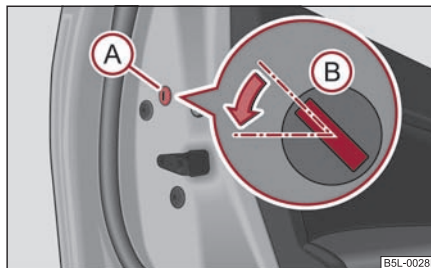

Fig. 43 Puerta trasera:
- Desmontar el paramento (A) ⇒ página 48, fig. 43.
- Ponga la llave en la ranura (B) y gírela en el sentido de la flecha en la posición horizontal (con las puertas de la derecha invertidas).